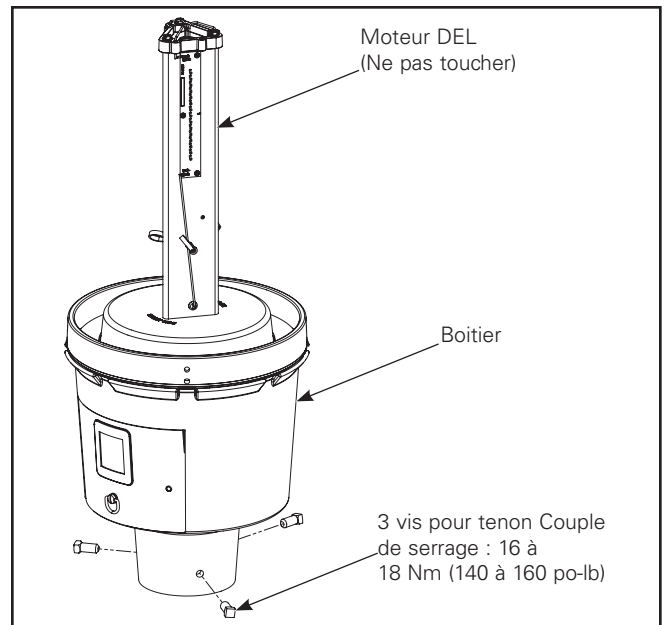

Figure 2.
3. Installez le luminaire sur le poteau et tournez-le jusqu'à ce que les mots « STREET SIDE » soient orientés vers la rue ou la position désirée. Serrez les trois (3) boulons à tête carrée à un couple de 16 à 18 Nm (140 à 160 po-lb). (Figure 2.)